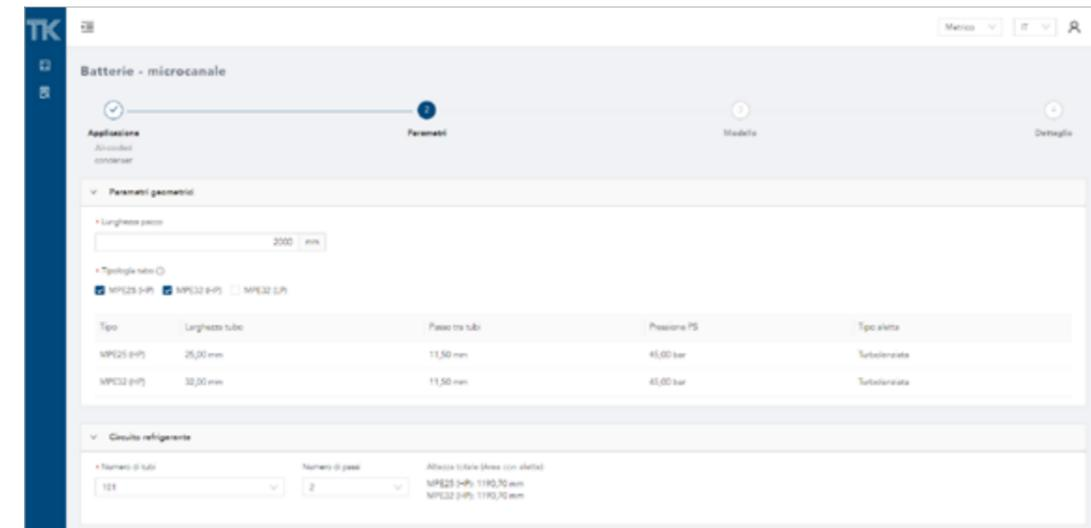
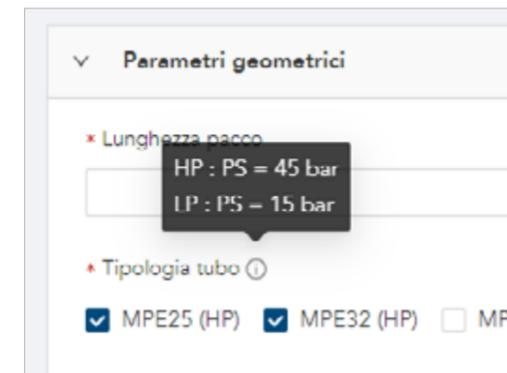

Figura 6 - Schermata Parametri per Air-Cooled Condenser. Parte di parametri geometrici e circuito refrigerante
Figura 7- Info riguardo alla tipologia del tubo HP e LP
Fra i parametri selezionabili abbiamo la lunghezza del pacco (o lunghezza dei tubi), e il tipo di tubo MPE (Multi Port Extruded). Al momento l'utente può selezionare tre tipologie di tubo: MPE25 (HP), MPE32 (HP) e MPE32 (LP). Il numero 25 o 32 si riferisce alla larghezza del tubo in millimetri, mentre la dicitura fra parentesi di HP o LP identifica la pressione massima di esercizio PS, che è possibile visualizzare passando il mouse sull'icona (i) di info (Figura 7). Selezionando uno o più tubi si visualizza la tabella sottostante che riporta fedelmente la larghezza del tubo, il passo fra i tubi considerando l'altezza dell'aletta, la PS e il tipo di aletta (Figura 6). La selezione del tubo con PS minore non permette la selezione della maggior parte dei refrigeranti, attualmente restringendo la scelta del fluido a due tipi. Selezionando più tubi, per esempio i due MPE ad alta pressione HP, è possibile calcolare le prestazioni dello scambiatore nelle due versioni che possono essere comparate nella sezione successiva.
Nella presente sezione (Figura 6 in basso), l'utente può selezionare il numero di tubi e il numero di passi con diverse opzioni dai menù a tendina. Accanto al numero di tubi viene visualizzata l'altezza totale del pacco per il/i tubo/i selezionato/i.